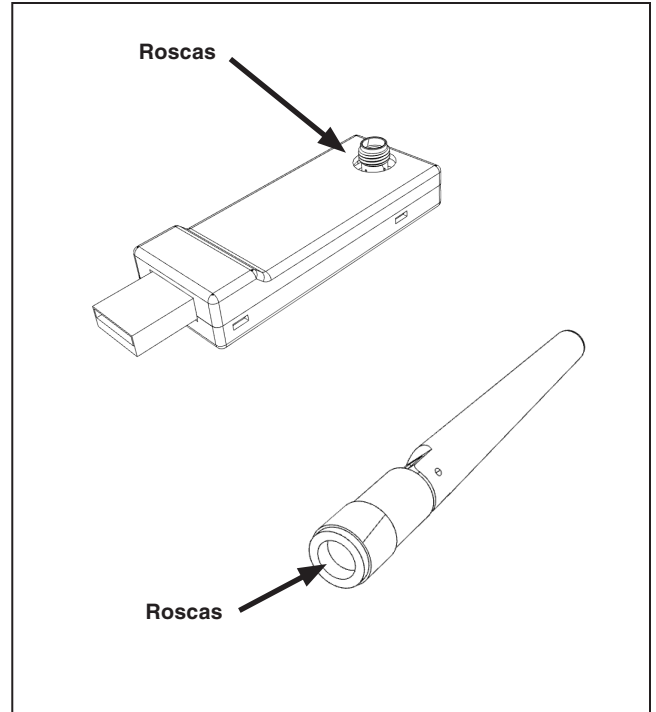

Figura 1. Montaje de antena.
- PASO 1.** Atornille la parte inferior roscada de la antena en el conector roscado del transceptor USB. Ver Figura 1.